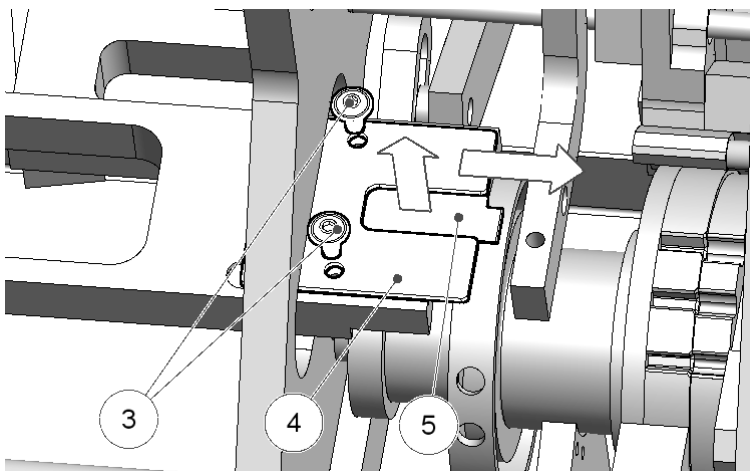

Fig. 21: Sustitución de la cuchilla para cortar manguitos
- Extraer los dos tornillos con la llave Allen tamaño 2,5 (cf. fig. 21, pos. 3).
- Extraer la tapa de la cuchilla de separación (cf. fig. 21, pos. 4).
- Sustituir la cuchilla para cortar manguitos (cf. fig. 21, pos. 5).